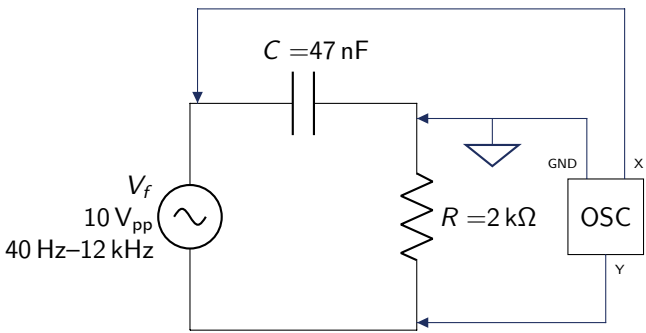

Figura 11.1: Circuito RC serie.
2. ¿Cuál es la utilidad práctica o aplicación del circuito RC serie de la figura 11.1 investigado en función de la frecuencia?
1. Monte el circuito de la figura 11.1.